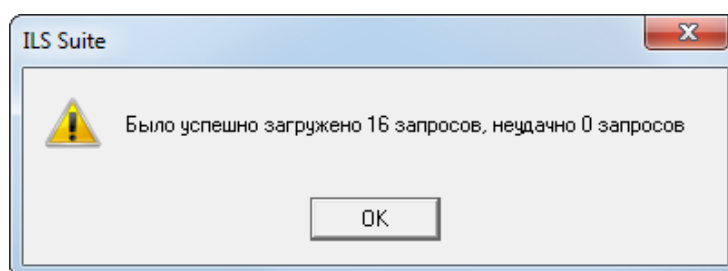

Рис. 7-2 – Информационное сообщение
4) После окончания загрузки появляется информационное сообщение, представленное на рис. 7-2.